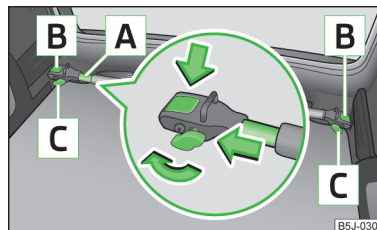

Fig. 57
- Allentare le viti di sicurezza **C** » fig. 57 ed estrarle leggermente, in questo modo i supporti **B** saranno sbloccati.